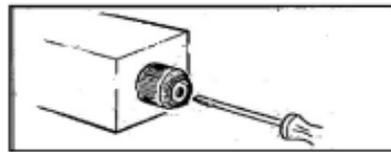

Fig.3.4
- Com um parafuso de rotação pressionar o pino no meio das electroválvulas (Ver Fig. 3.4) a fim de desbloquear manualmente as electroválvulas que poderiam ser bloqueadas após um longo período de inatividade.